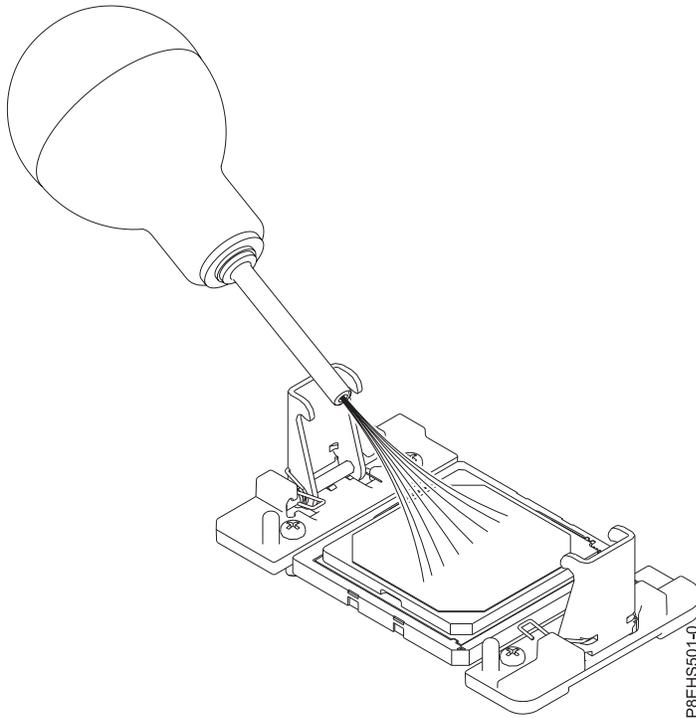

Figura 71. Cómo quitar el polvo y los restos de suciedad del área del módulo del procesador del sistema
- a. Si hay polvo o restos de suciedad, utilice la bomba de aire suministrada (número de pieza 45D2645) para limpiar el área del módulo del procesador del sistema. Sople pequeñas ráfagas de aire desde el centro a los lados del módulo del procesador del sistema, como se muestra en la Figura 71 en la página 73. Si la bomba de aire no está ensamblada como se muestra en la Figura 71 en la página 73, apriete la punta a la bola.